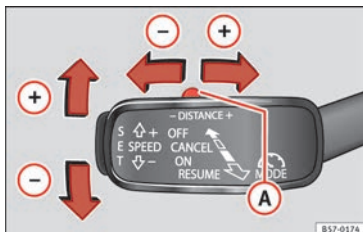

Fig. 198 A sinistra del piantone dello sterzo: terza leva per utilizzare il sistema di regolazione automatica della velocità.
*Una volta iniziata la marcia, se si desidera stabilire la velocità attuale come velocità di crociera del veicolo e attivare l'ACC, premere il tasto **SET** » **fig. 198**. Se si desidera aumentare o ridurre la velocità in intervalli di 1 km/h (0,6 mph), collocare la leva in posizio-*
Per aumentare o ridurre il livello di distanza, premere il tasto doppio verso destra o sinistra » **fig. 198** ①.
Sul display del quadro strumenti viene modificato il livello di distanza selezionato. È possibile scegliere tra 5 livelli di distanza. SEAT raccomanda il livello 3. La distanza programmata può essere modificata con il veicolo sia fermo che in marcia, a seconda della preferenza » **fig. 198**.